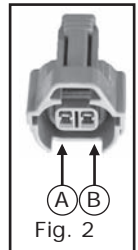

Fig. 2
**Cód. SA144J:** se debe utilizar si el positivo de los inyectores gasolina está en el PIN A y el negativo en el PIN B, hacer referencia a la fig. 2.
**Cód. SA144JINV:** se debe utilizar si el positivo de los inyectores gasolina está en el PIN B y el negativo en el PIN A, hacer referencia a la fig. 2.
El cableado **Cód. SA144SJ** lleva clavijas tipo JAPAN y cableado alargado para poder instalarlo en automóviles SUBARU con motor BOXER. Se debe utilizar **SÓLO** si el positivo de los inyectores gasolina está en el PIN B y el negativo en el PIN A, hacer referencia a la fig. 2.